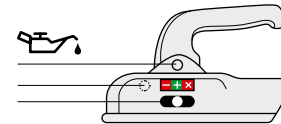

Bild 1: Smörjanvisning på handsken
- Om kopplingsanordningens rörlighet upplevs som begränsad eller trög, smörj i punkterna som visas i **BILD 1** eller kontakta en Respo service center eller en auktoriserad distributör.